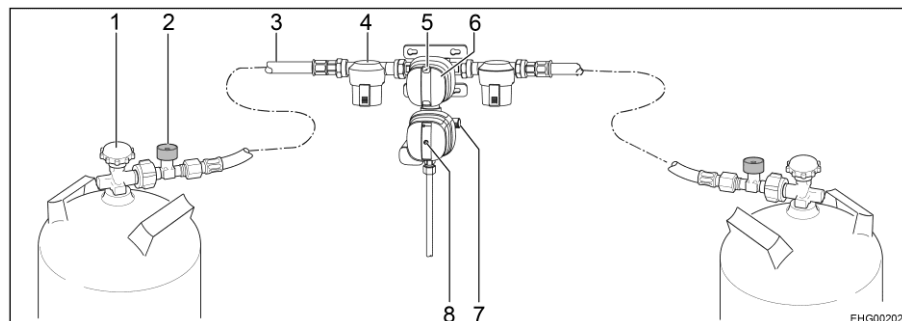

Fig. 118 Impianto di regolazione pressione gas di sicurezza DuoControl CS
L'impianto di regolazione DuoControl consiste in una valvola di commutazione e un sensore crash. L'impianto di regolazione DuoControl è montato tra i tubi flessibili per alta pressione (Fig. 118,3) con dispositivo antirottura del tubo flessibile (Fig. 118,2). Con la manopola (Fig. 118,6) sulla valvola di commutazione è possibile stabilire quale delle bombole del gas viene utilizzata come bombola in uso e quale come bombola di riserva.
Nella finestra di controllo (Fig. 118,5) viene visualizzato lo stato del rifornimento di gas:
Il sensore crash blocca l'alimentazione del gas in caso di forti vibrazioni (es. incidente). Lo stato operativo del sensore crash si riconosce dalla posizione del pulsante giallo di reset (Fig. 118,8):
- Se il pulsante giallo di reset (Fig. 118,8) è spinto in dentro, il sensore crash è pronto al funzionamento.
- Se il pulsante giallo di reset (Fig. 118,8) sporge, il sensore crash **non** è pronto al funzionamento. Per la messa in funzione, vedere di seguito.
Il dispositivo antirottura del tubo flessibile (Fig. 118,2) blocca il flusso di gas quando il tubo flessibile collegato si rompe. Il dispositivo antirottura del tubo flessibile deve essere attivato premendo il tasto verde.
- Con la manopola (Fig. 118,6) sulla valvola di commutazione selezionare la bombola del gas, da cui proviene la principale alimentazione del gas (bombola in uso). Girare la manopola fino all'arresto.
- Aprire le valvole principali di arresto (Fig. 118,1) delle bombole del gas.
- Premere per circa 5 secondi il tasto verde del dispositivo antirottura del tubo flessibile (Fig. 118,2). Nella finestra di controllo (Fig. 118,5) viene visualizzato il simbolo verde.
- Se il sensore crash è scattato (il pulsante giallo di reset (Fig. 118,8) sporge):
Spingere con forza in dentro il pulsante giallo di reset (Fig. 118,8), ruotarlo appena in senso orario e tenerlo premuto per 5 secondi. Assicurarsi che il pulsante di reset rimanga in posizione premuta ("pronto al funzionamento").
- Chiudere le valvole principali di arresto (Fig. 118,1) delle bombole del gas.
Se la spia di controllo verde (Fig. 119,6) si spegne durante il funzionamento e la spia di controllo rossa (Fig. 119,5) si accende, significa che la bombola in uso è vuota e deve essere sostituita. Nella finestra di controllo (Fig. 118,5) della rispettiva bombola del gas compare la tacca rossa. La bombola di riserva continua ad alimentare le utenze a gas.
- Ruotare la manopola (Fig. 118,6) fino all'arresto in direzione della bombola del gas attualmente in uso. In questo modo questa bombola del gas ora è la bombola in uso, mentre la bombola del gas vuota diventa la bombola di riserva. Il simbolo nella finestra di controllo (Fig. 118,5) passa da rosso a verde.
- Chiudere la valvola principale di arresto (Fig. 118,1) della bombola del gas vuota. Osservare la direzione della freccia.
- Premere il tasto verde del dispositivo antirottura del tubo flessibile (Fig. 118,2).